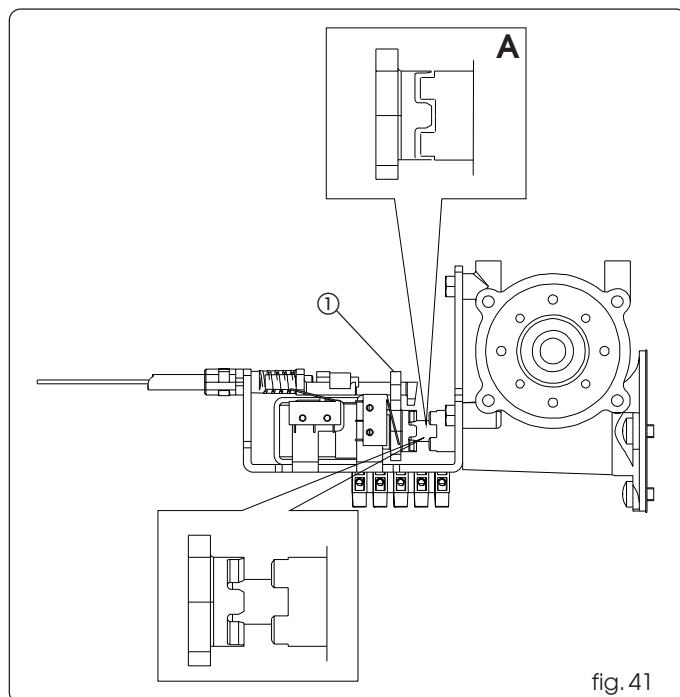

fig. 41
- Pousser manuellement le doigt (fig. 41 réf. ①) vers l'arbre moteur en vérifiant l'accouplement correct, d'après la fig. 41 réf. A).
- Actionner le doigt (fig. 41 réf. ①) verticalement et vérifier la présence de jeu entre l'accouplement de l'arbre moteur et du dispositif de blocage du moteur.